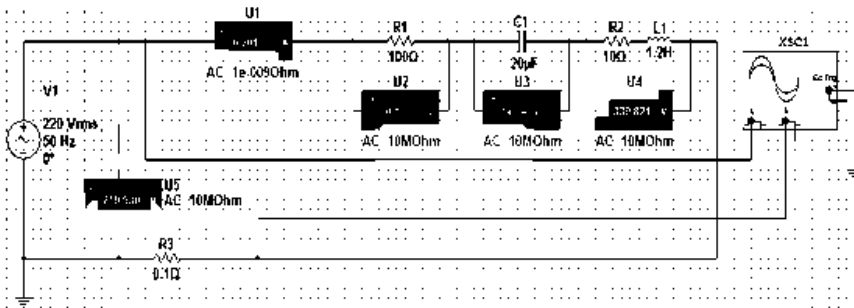

Рис. 3.1 – Схема цепи с последовательным соединением резистора, катушки и конденсатора
1. Собрать на рабочем поле экрана электрическую цепь синусоидально-го тока с последовательным соединением резистора, катушки и конденсатора (рис. 3.1). Катушка индуктивности является реальной, поэтому она обладает активным сопротивлением обмотки.